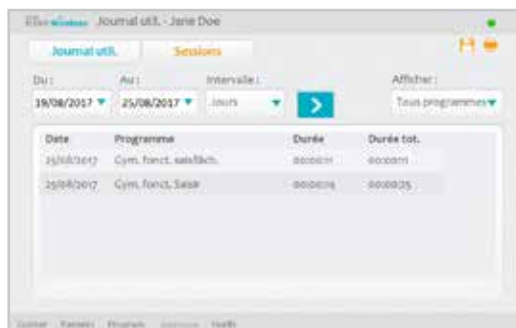

Figure 8-36 : Journal d'utilisation
2. Appuyez sur l'onglet Journal d'utilisation. Le journal d'utilisation s'ouvre. Reportez-vous à la Figure 8-36.